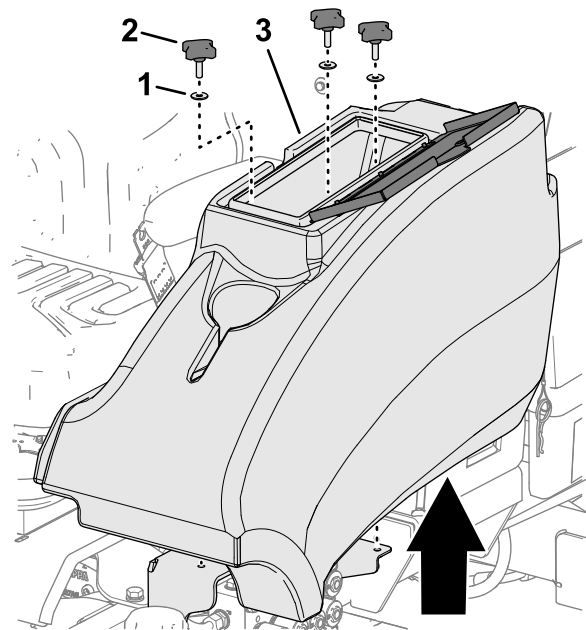

Figure 56
2. Retirez les 3 boutons et les 3 rondelles qui fixent le compartiment de rangement sur la machine et déposez le compartiment (Figure 56).
1. Sur le côté gauche de la plate-forme de l'utilisateur, ouvrez la porte du compartiment de rangement (Figure 56).